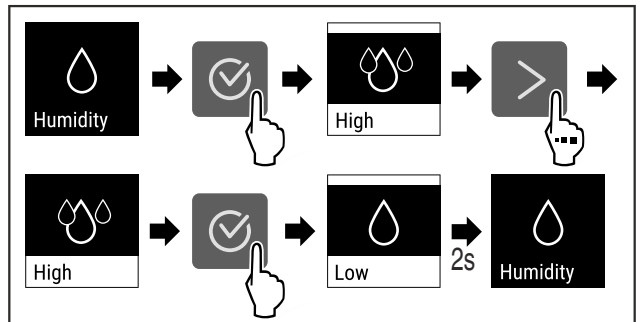

Fig. 75
- Suivre les étapes (voir Fig. 75).